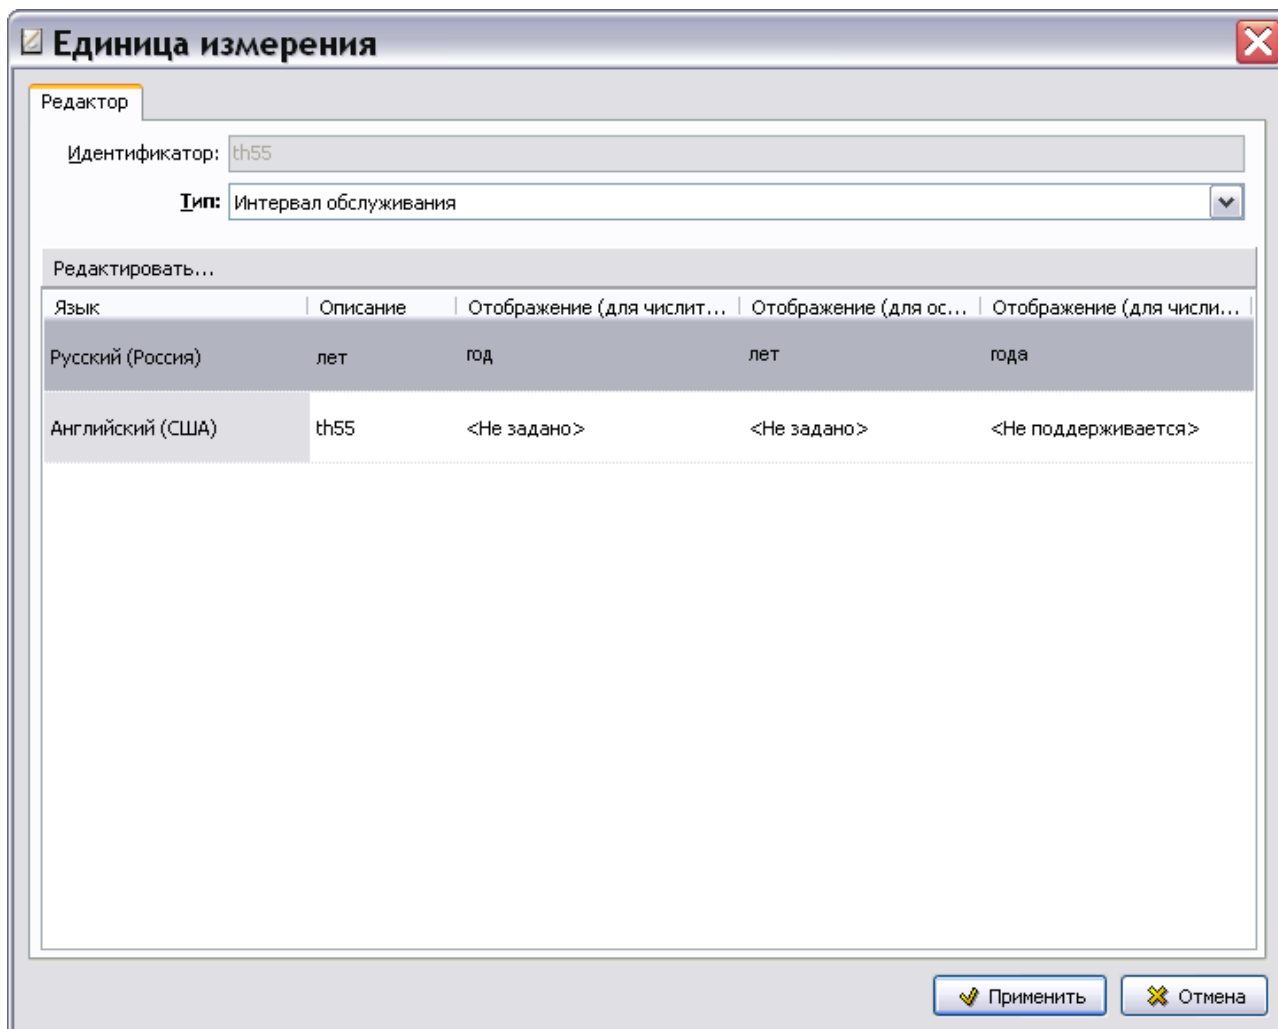

Рис. 3.116
- В окне **Единица измерения** – **ru-RU** для единицы измерения «лет» нажмите на кнопку **Применить**. После этого произойдет возврат в окно **Единица измерения**, и введенные параметры отобразятся в нем (Рис. 3.116).